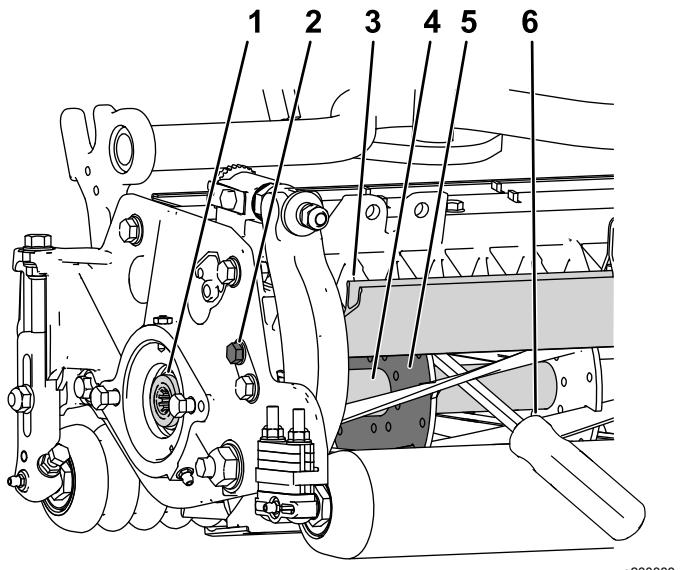

Рисунок 42
- Ослабьте затяжку болта щитка на левой стороне режущего блока и поднимите задний щиток (Рисунок 42).
- части режущего блока, к которому вы будете прилагать крутящий момент (Рисунок 42).
- Установите монтировку так, чтобы она была прижата к сварной стороне опорной пластины барабана (Рисунок 42).